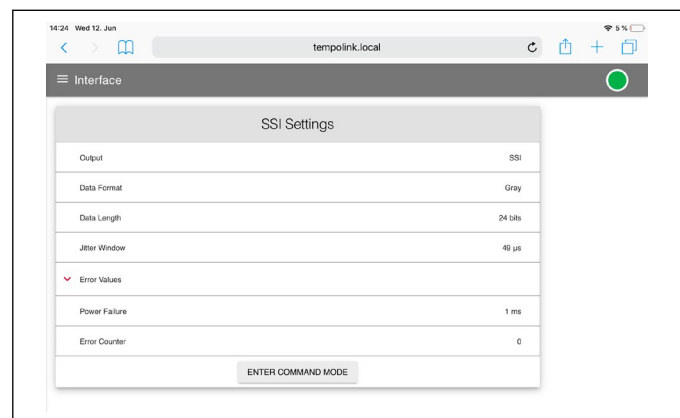

Abb. 52: Konfiguration der SSI-Einstellungen
**Interface:** Enthält Informationen über die Einstellungen des Sensorausgangs (Abb. 52).